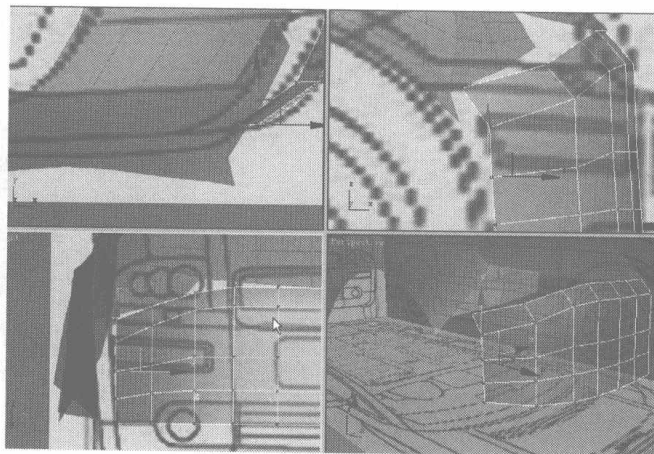

图 7.51
- 21** 单击右键，在弹出的快捷菜单中选择 Convert to Editable Poly 命令，将该物体转换为可修改的 Polygon 模型。将节点的位置调整到图 7.51 所示的位置。